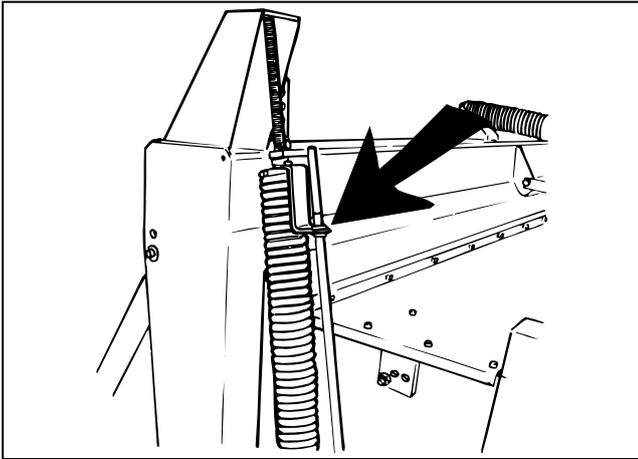

Fig. 3-17
**Fig. 3-17** Nachdem die Maschine in fester Höhe (mit Hilfe der Halteketten) an den Schlepper angebaut worden ist, und nachdem die Maschine in beiden Seiten ausgewuchtet ist, den Federindikator einstellen.